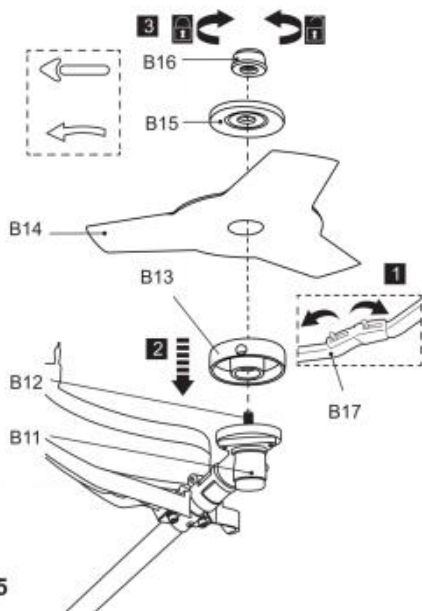

Fig. 5
7) Apriete la tuerca (B16) para fijar la cuchilla girándola en sentido contrario a las agujas del reloj mientras bloquea el husillo (B12) con la llave hexagonal (E5). Retire la llave hexagonal a continuación (Fig. 5).